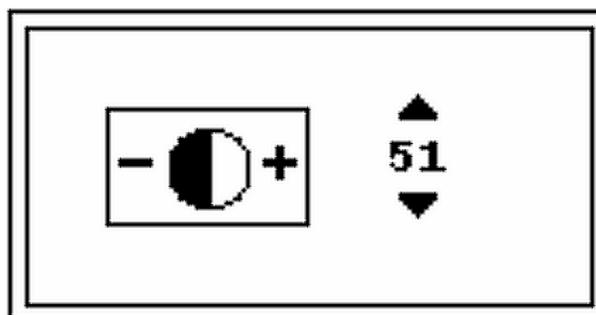

Figure 2-37 Contraste - Configuration
- Presser **Enter** et l'écran de configuration apparaît (Figure 2-37).